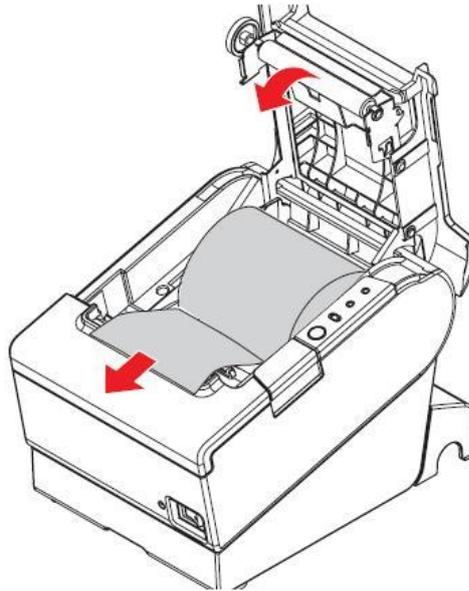

Рисунок 10 – Закривання кришки чекової стрічки
- витягніть смужку паперу, після чого закрийте кришку чекової стрічки (рисунок 10);
- закрийте кришку чекової стрічки (рисунок 10).
Закрити кришку чекової стрічки (див. рисунок 10) тільки після появи повідомлення на індикаторі: